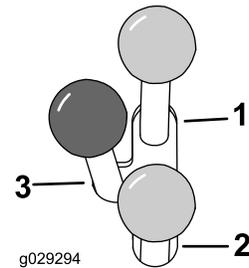

図 12
- 油圧アタッチメントを正転前転させるときは、補助油圧レバーを前へ押します 図 12。
- 油圧アタッチメントを逆転後転させるときは、補助油圧レバーを後へ押します 図 12。
注 前進位置や後退位置でレバーから手を離すと、レバーは自動的にニュートラル位置に戻ります 図 12。